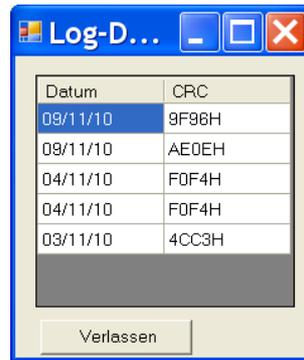

Abbildung 48
- ➔ Im Inneren der Konfigurationsdatei (Projekt) befinden sich die Erstellungsdaten und der CRC (Identifizierung mit vier Hexadezimalziffern) des Projekts selbst, die in M1 gespeichert werden (Abbildung 48).